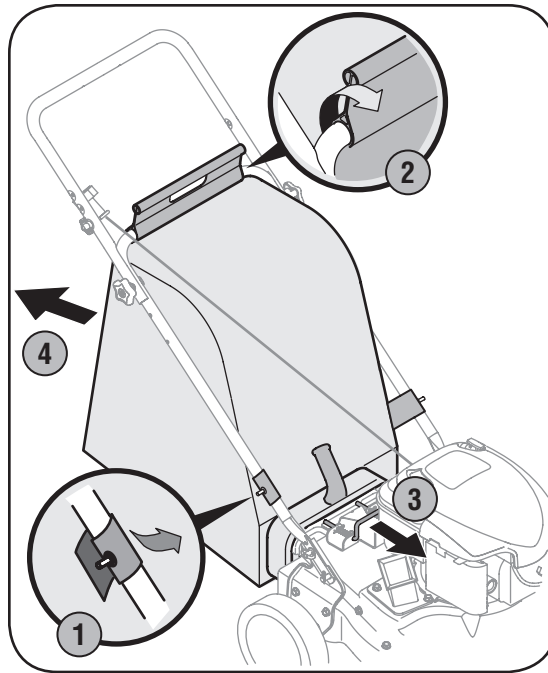

Figura 4-4
2. Suelte el broche de la bolsa a presión de la parte superior de la manija inferior. Vea la figura 4-4.